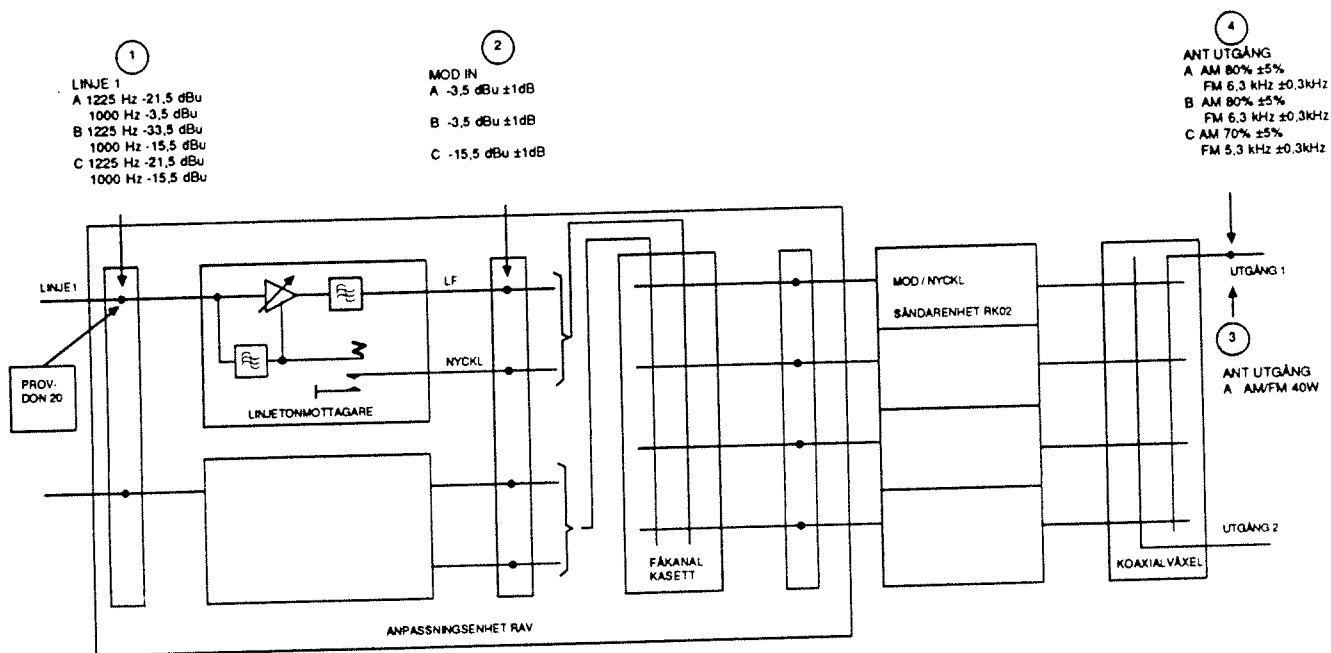

Bild 2
3.2.2.1 Anslut provdon 20 till vald linjetonmottagares stift LINJE 1, i anpassningsenhet RAV stiftfält, se bild 2, ① A.
Anslut nivåmetern till linjetonmottagarens stift MOD IN, se bild 2, ② A.
3.2.2.2 Kontrollera att sändarens uteffekt är minst 40 W, se bild 2, ③ A.
Kontrollera att -3,5 dBu ± 1 dB erhålls på nivåmetern, se bild 2, ② A.
2.2.2.4 Kontrollera att moduleringsgraden är 80 % ± 5 %, alternativt att deviationen är 6,3 kHz ± 0,3 kHz, se bild 2, ④ A.
3.2.2.5 Ställ provdonets nivåomkopplare 1225 Hz och 1000 Hz i lägena -33,5 dBu respektive -15,5 dBu, se bild 2, ① B.
Kontrollera att nivåmetern visar -3,5 dBu ± 1 dB, se bild 2, ② B.
3.2.2.6 Ställ provdonets nivåomkopplare 1225 Hz i läge -21,5 dBu, se bild 2, ① C.
Kontrollera att moduleringsgraden är $70\% \pm 5\%$, alternativt att deviationen är $5,3\text{ kHz} \pm 0,3\text{ kHz}$, se bild 2, ④ C.